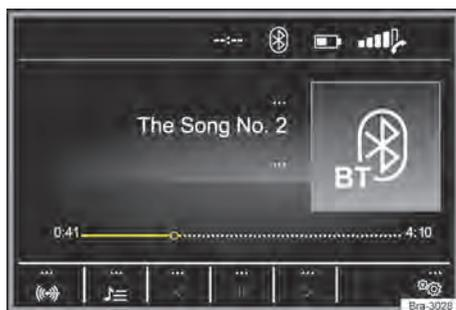
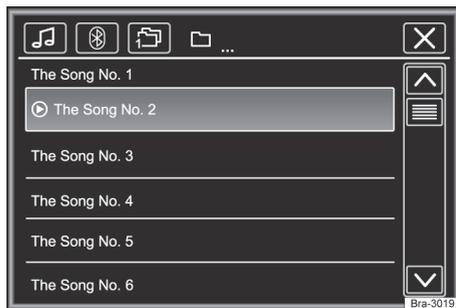

Fig. 133 Menú principal de medios.
Fig. 134 Operación de la radio: lista de estaciones.
- Presionar la tecla **MEDIA** para abrir el menú principal **MEDIA** → fig. 133. ▶
Las fuentes de medios que se reproducen actualmente se exhiben en el botón de función en la parte inferior izquierda → fig. 133.
Leyenda para → fig. 133 y → fig. 134: